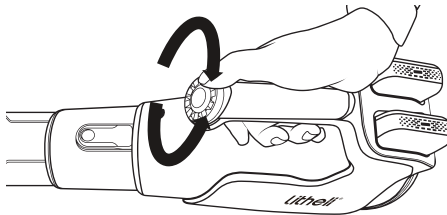

Abb. 6
- a. Schalten Sie das Bläsergerät ein. Drehen Sie den Drehregler für die variable Geschwindigkeit nach links oder rechts, um die Geschwindigkeit des Bläsergeräts nach Bedarf einzustellen. (Abb. 6)